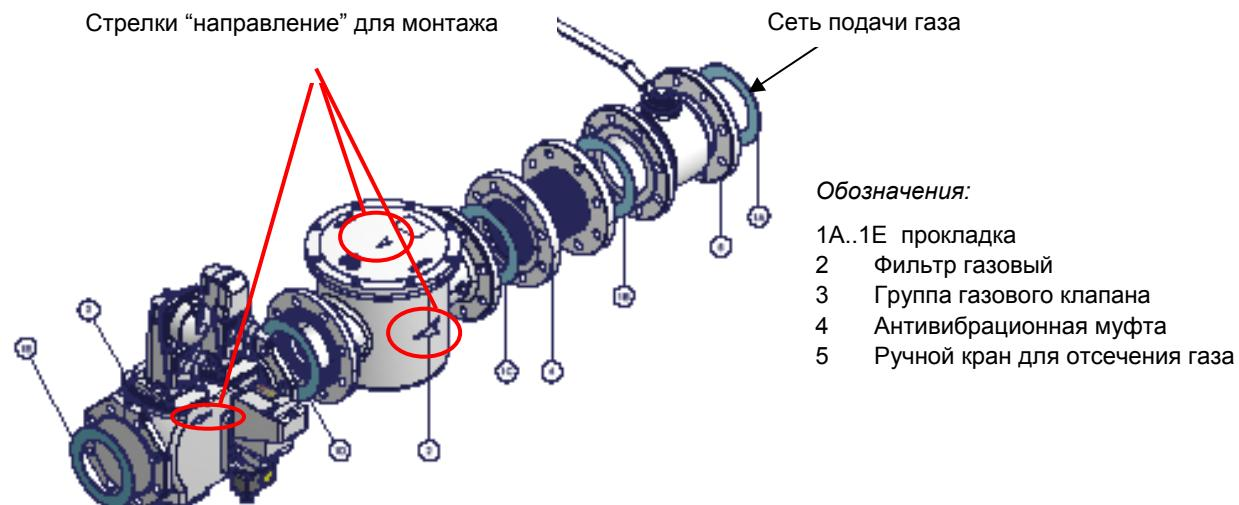

Рис. 2 - Пример газовой рампы
- 1-б) при фланцевых соединениях: между соседними компонентами устанавливать прокладку (1A..1E - Рис. 2), совместимую с используемым газом,
ВНИМАНИЕ: после монтажа газовой рампы согласно схеме на Рис. 2, необходимо провести тестирование на герметичность газового контура, согласно требований действующих нормативов
ВНИМАНИЕ: после монтажа газовой рампы согласно схеме на Рис. 2, необходимо провести тестирование на герметичность газового контура, согласно требований действующих нормативов.